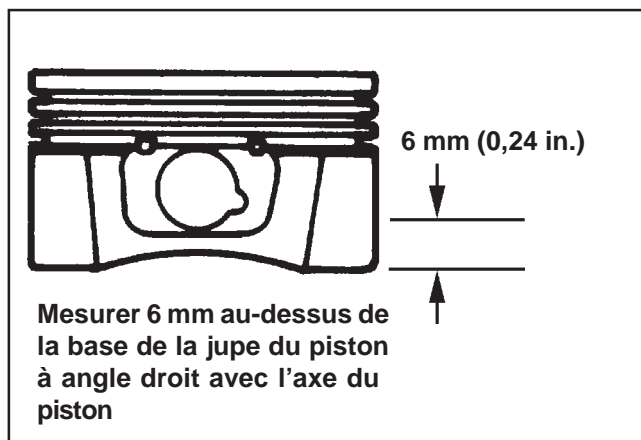

Figure 10-4. Mesure du diamètre du piston.
- Utiliser un micromètre pour mesurer le diamètre du piston **6 mm (0,24 in.)** au-dessus du fond de la jupe du piston et perpendiculairement à l'axe du piston (voir la Figure 10-4).